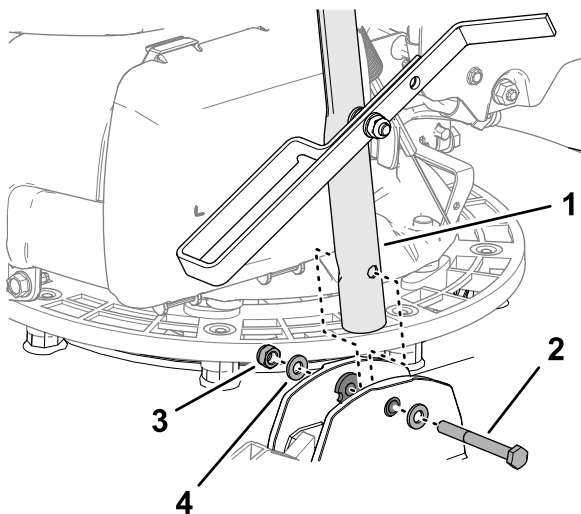

**Figura 6**
2. Allineate l'arresto del pedale della stegola alla staffa del dispositivo di bloccaggio sul piatto (Figura 6).